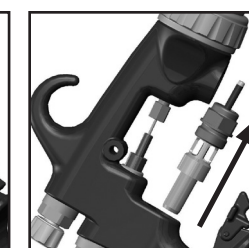

Fig. 28
3. Déposer la vanne d'air en la tenant par la tige. (voir fig. 28).